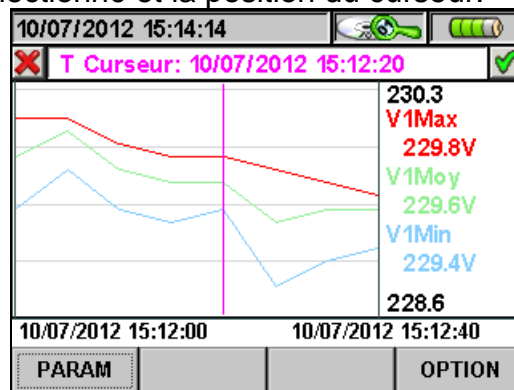

Fig. 120 : Engistrement du Graphe
- La touche **ENTER** (ou l'icône  à l'écran) confirme le choix effectué précédemment et affiche le graphique du paramètre choisi (Fig. 120).